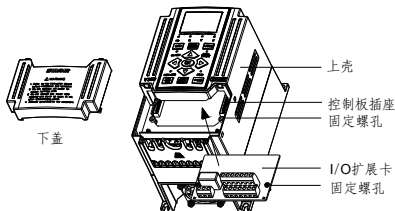

图2 I/O 扩展卡安装示意图
- ① 取下下盖，将扩展卡按如图 2 方向，以一定倾斜角度放置至箭头指定位置。
- ② 使扩展卡端子对准控制板插座，下按直至与控制板插座接触良好；
- ③ 确认扩展卡两侧的螺孔对齐后，锁紧两个 M3 螺钉。